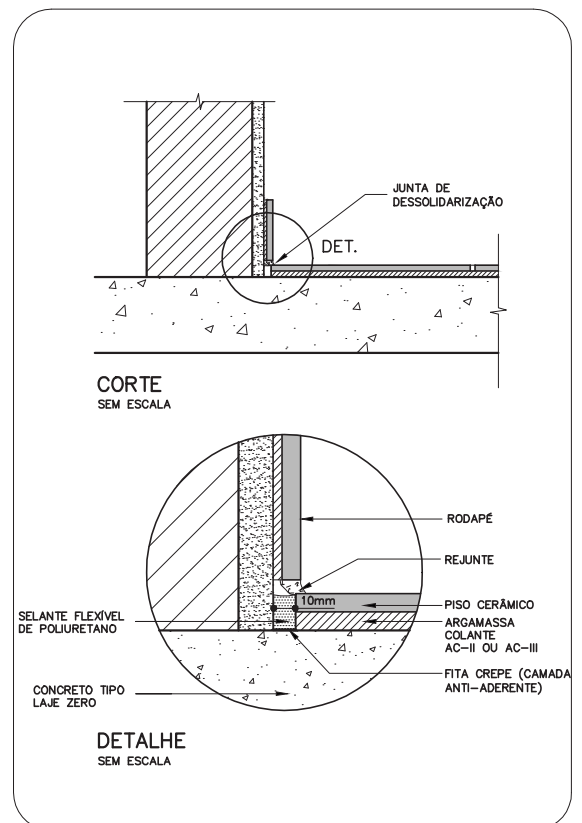

Figura 2:
- » as juntas de dessolidarização deverão ser executadas por ocasião do assentamento do piso cerâmico, respeitado o tempo de cura do concreto, garantindo um afastamento de 10mm de largura. Colar fita “crepe” no leito das juntas, formando uma camada anti-aderente em todo o fundo. (Ver figura 2).